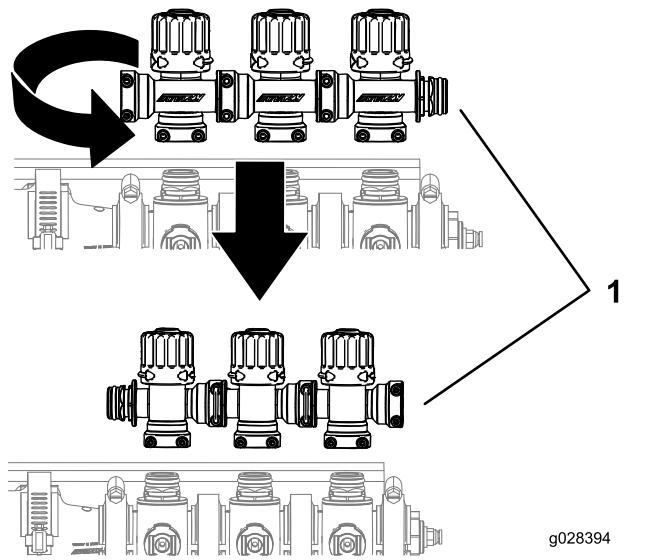

Figura 5
4. Ruotate il gruppo di regolazione bypass di 180 gradi come illustrato in Figura 5.